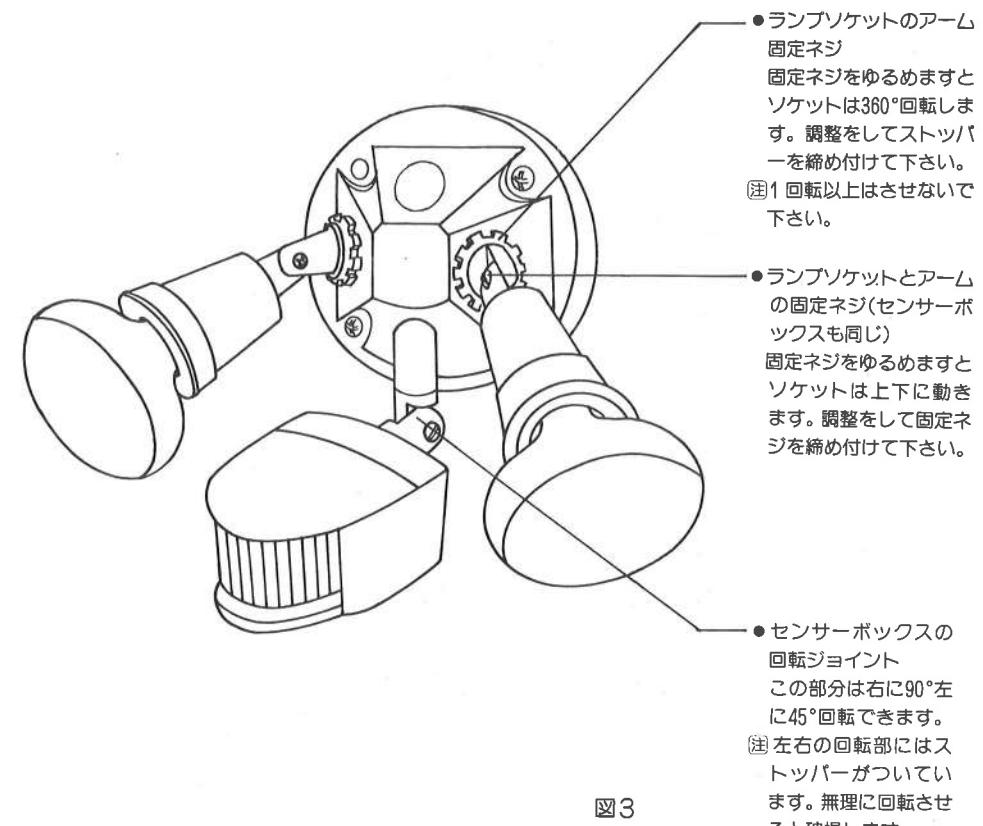

図3
- センサーボックスとランプソケットは取付後、目標に合せて角度を調整して下さい。(図3参照)